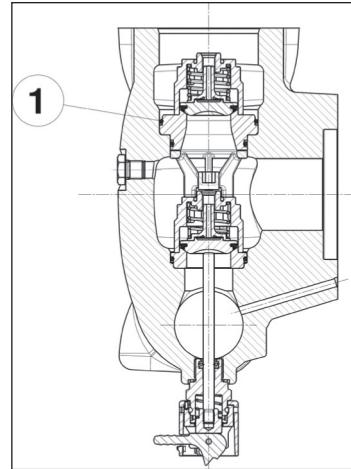

Рис. 111
Будьте особенно осторожны при установке уплотнительного кольца, указанного на поз. ①, Рис. 111.